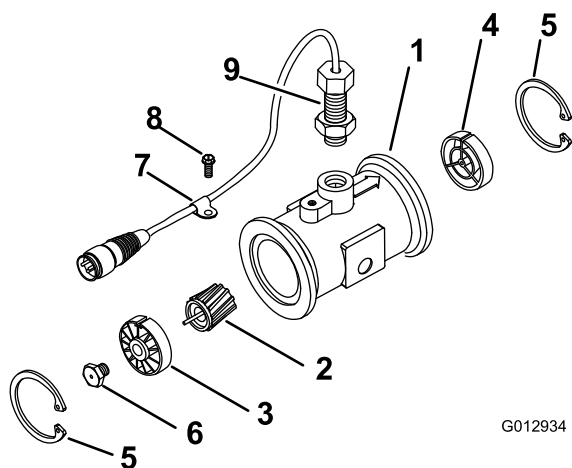

Figura 100
3. Retire o anel de retenção do lado superior (Figura 100).